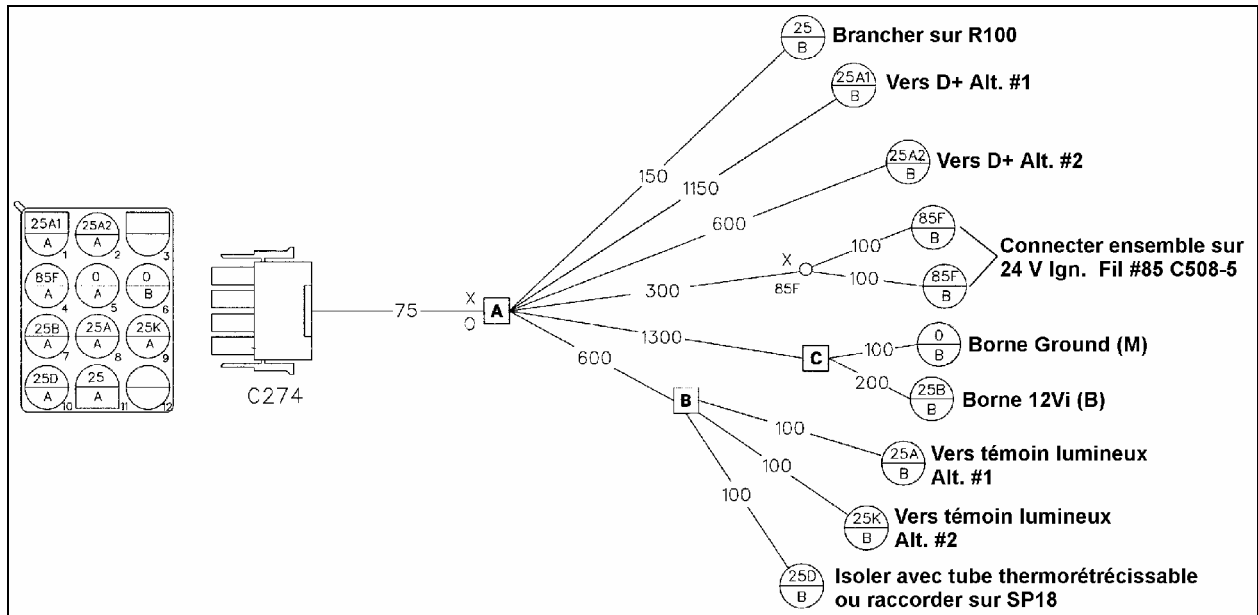

FIGURE 16 : INSTALLATION DU FAISCEAU DE CÂBLES #065152 DANS LE COMPARTIMENT ÉLECTRIQUE ARRIÈRE 06437
3. Brancher le connecteur C274 (du faisceau de câbles #065152) dans le module de contrôle (voir la figure 16).